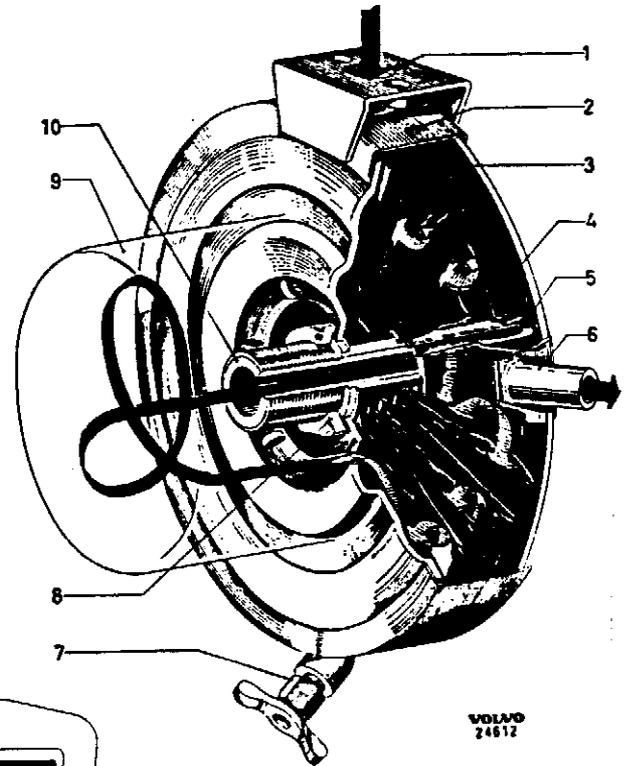

Abb. 6 Ölkühler
Der Ölkühler (Abb. 6) ist zwischen dem Ölfilter und dem Zylinderblock eingebaut und besteht aus einem inneren Teil für das Öl und dem Kühlmantel. Die Kühlflüssigkeit des Motors wird durch den Kühlmantel geleitet. Wenn das Öl auf dem Weg zum Filter den Kühler passiert, wird ein Teil der Wärme des Öles durch die Kühlflüssigkeit abgeleitet. Die Kühlflüssigkeit kann nicht den kürzesten Weg vom Einlaß (1) zum Auslaß (6) strömen, sondern wird durch die Prägungen (5) um den Kühler geleitet. Aufgrund der Querprägungen (4) in den Lamellen wird das Öl nach und nach durch sämtliche Lamellenpaare gepreßt und gelangt schließlich in das Filter.